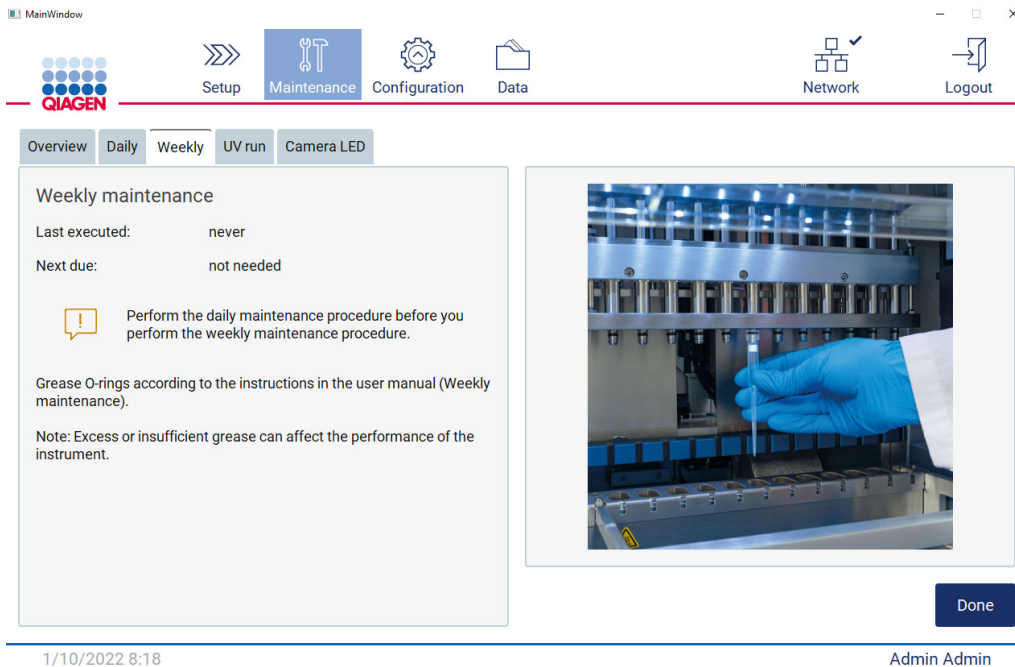

Figura 150. Ecranul Weekly maintenance (Întreținere săptămânală).
5. Folosind o mănușă nouă, aplicați o cantitate mică de vaselină siliconică pe suprafața garniturilor inelare (prezentate în Figura 150), folosind doar vârful degetului umezit cu vaselină. Aveți grijă să nu permiteți aplicarea vaselinei și să nu acoperiți deschiderea din capul de pipetare.